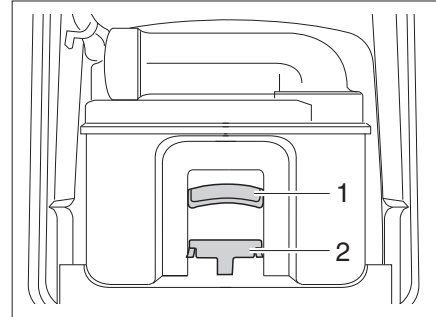

Fig. 164 Cassette Thetford
- Actionner le déverrouillage (Fig. 164,1) et retirer la toilette à cassette au niveau de la poignée (Fig. 164,2).